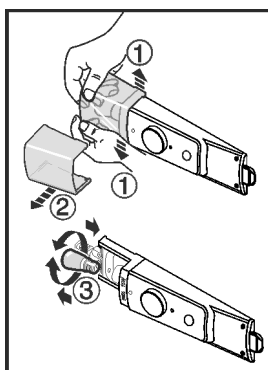

Fig. 10
- Разожмите крышку лампочки внутри в передней части в стороны, как показано на рисунке, Fig. 10 (1) и сдвиньте в сторону Fig. 10 (2).
- Замените лампу. Fig. 10 (3)